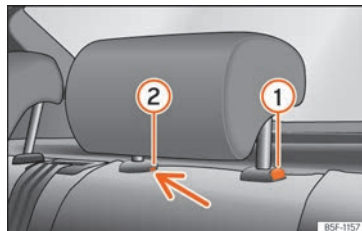

Fig. 68 Reposacaps del darrere: desmuntatge.
- Premeu la tecla »» fig. 68 ① i, prement alhora per l'orifici del fiador ② amb un tornavís pla de màxim 5 mm d'amplada, traieu el reposacaps.